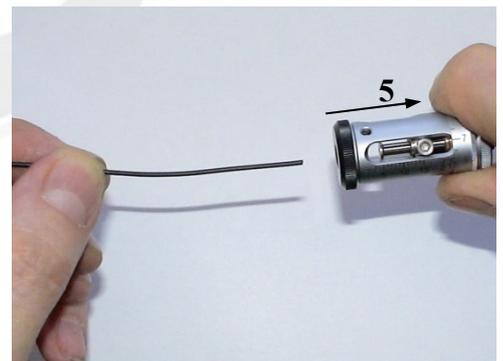

Bild 4. Abisoliermesser öffnen
i Bei Abisolierdurchmessern (**<0.5mm**) die sehr kurz abisoliert werden (**3mm**), sollte der Längeneinstellring **(2)** nicht blockiert werden, damit beim zurückziehen des Abisolierkopfes **(5)** die Abisoliermesser ganz geöffnet werden können (**Reinigungseffekt**) **(Bild 4)**
- Abisolierkopf **(5)** bis zum Anschlag nach hinten ziehen. Die vier Abisoliermesser sind nun in der maximal geöffneten Position. **(Bild 4)**